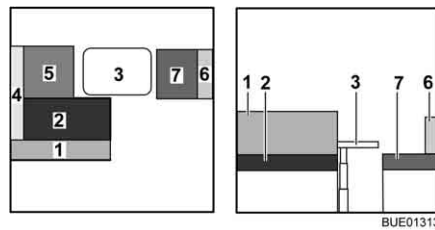

Bild 133 Före ombyggnaden
- Bygg om bordet (Bild 133,3) till sängbotten (se avsnitt 6.10).
- Tag bort ryggdynorna (Bild 133,1, 4 och 6) och lägg dem åt sidan.